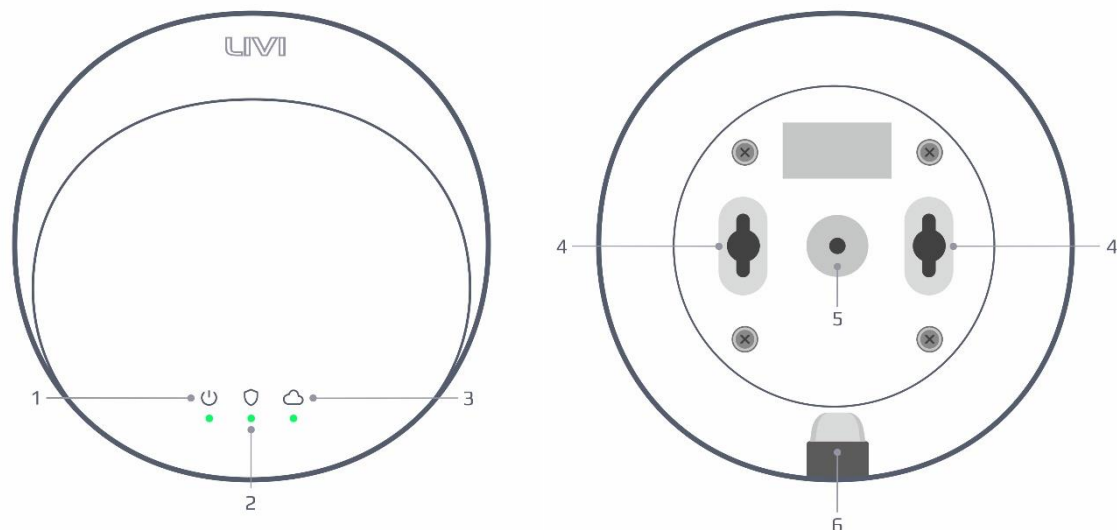

Рисунок 1.2 – Внешний вид хаба
- Подключите кабель USB в разъем (6. рисунок 1.2) на корпусе хаба, а затем к адаптеру, подключенному к розетке 230 В.
- Дождитесь, пока индикатор питания (1. рисунок 1.2) начнет стабильно светиться зеленым цветом, затем нажмите кнопку на нижней части корпуса хаба (5. рисунок 1.2) на 3 секунды.
- Убедитесь, что индикатор связи (3. рисунок 1.2) светится синим цветом.
2. Нажмите кнопку (5. рисунок 1.2) на 3 секунды, чтобы включить точку доступа хаба. Убедитесь, что индикатор связи (3. рисунок 1.2) светится синим цветом.